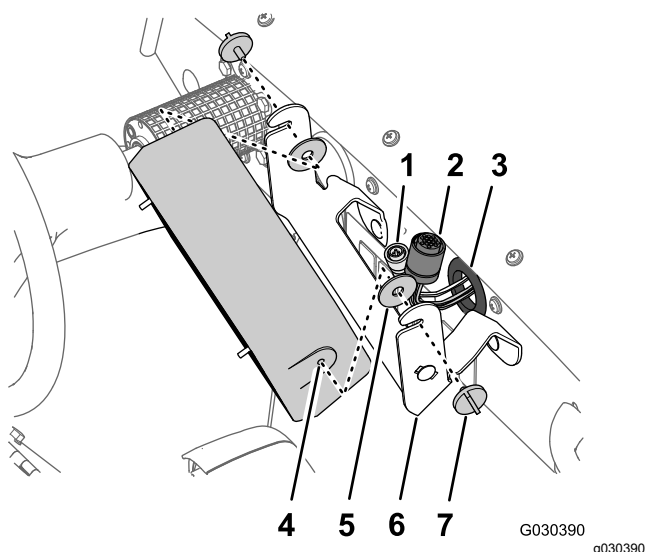

Figure 6
3. Retirez les boutons de chaque côté de la console de commande (Figure 6).
4. Déposez la console de commande et les 2 rondelles en caoutchouc du support (Figure 6).
5. Poussez le faisceau, le connecteur à 3 douilles et le connecteur à 16 douilles à travers le passe-câble de la planche de bord (Figure 6).